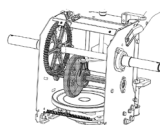

Рис. 19
2. Нанесите легкое покрытие всесезонной многоцелевой смазки на шестигранный вал. (Рис. 19).